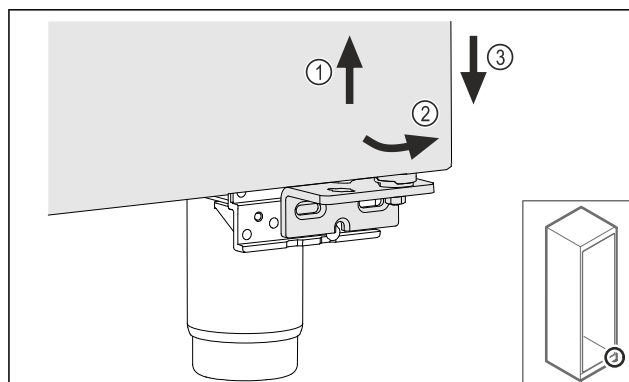

Fig. 21
- Levantar ligeramente la puerta Fig. 21 (1): inclinarla hacia delante por la parte inferior Fig. 21 (2) y bajarla Fig. 21 (3).